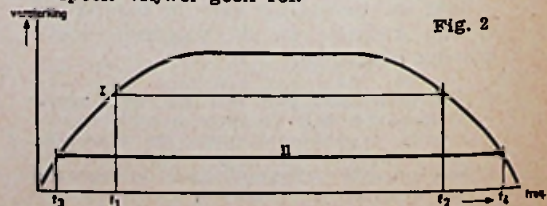

Fig. 2
b. De bandbreedte van de versterker wordt aanzienlijk groter; dit is in fig. 2 schematisch weergegeven.